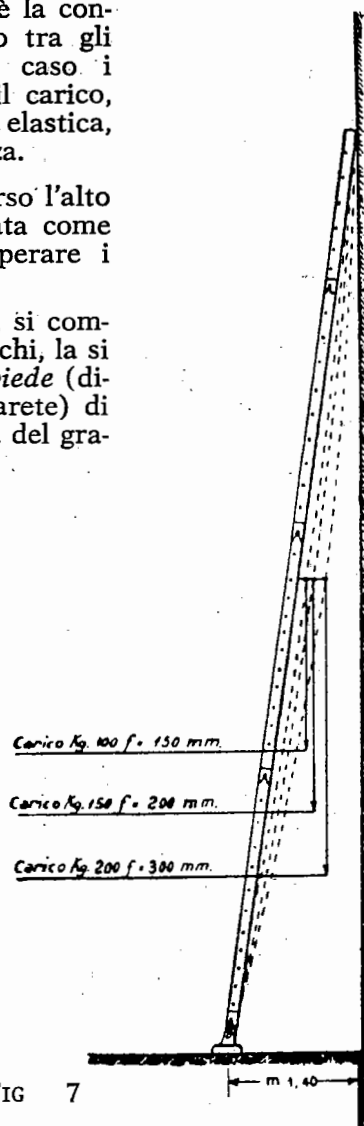

FIG 7
c) Come indicato nella fig. 7, si compone la scala con tutti e quattro i tronchi, la si appoggia ad una parete dandole un *piede* (distanza della base della scala dalla parete) di m 1,40, e la si carica in corrispondenza del gradino di mezzo gradualmente con carichi di Kg 100, Kg 150, Kg 200, mentre si misurano le relative frecce che non debbono superare le frecce limiti rispettivamente di mm 150, mm 200, mm 300. Alleggerita la scala dai carichi, si osserva se le frecce s'annullano totalmente o se rimane una freccia residua, indi si ribalta di 180° la scala contro la stessa parete si ripete la prova di carico e scarico misurando le frecce relative, che dovrebbero corrispondere alle precedenti.